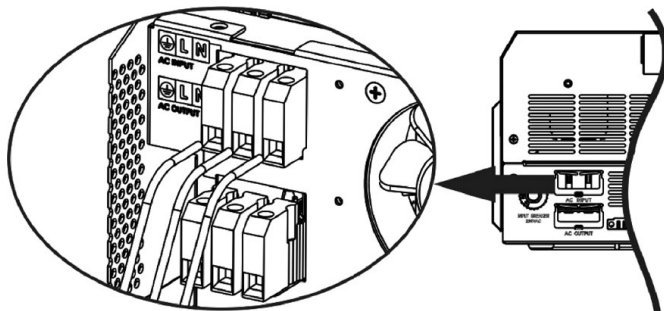
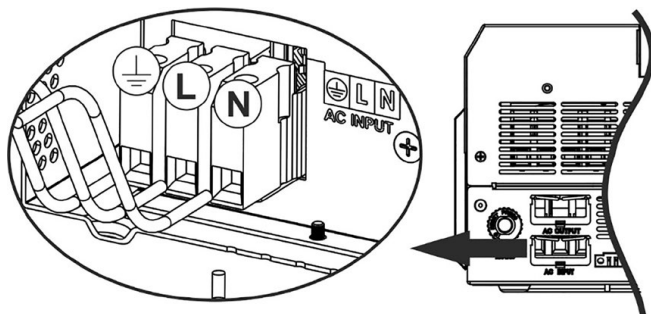

Figura 4.7 - Inserimento cavi di ingresso AC modello 3.6 kW
Figura 4.8 - Inserimento cavi di ingresso AC modello 6 kW Twin
3. Inserire i cavi di ingresso AC secondo le polarità indicate sulla morsettiera (Figura 4.7 per il modello 3.6 kW, Figura 4.8 per il modello 6 kW Twin) e serrare le viti. Assicurarsi di collegare per primo il cavo di messa a terra .